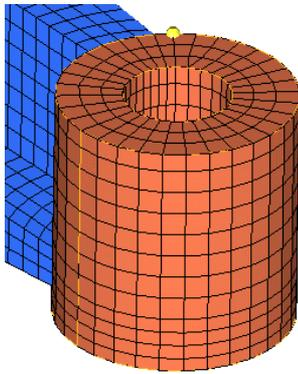

图 5-41 创建圆柱体六面体网格
(9) 在 elems to drag: 栏选择 elems>by collector>boss 组件。
(10) 单击 destination geom: surf, 选择 boss 上表面。
(11) 单击 mesh 按钮, 此时模型已全部划分网格, 如图 5-41 所示。
(12) 单击 return 按钮返回主面板 (main menu)。